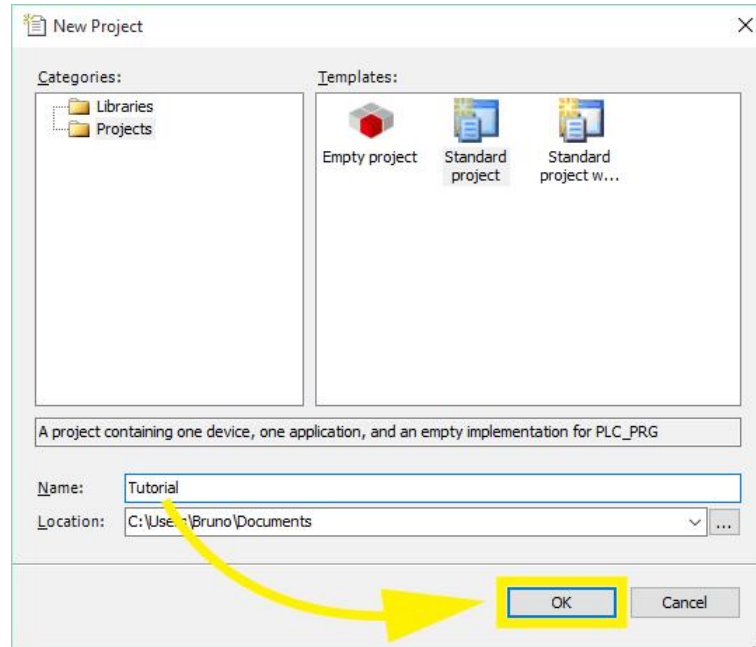

Рис.5. Вікно створення нового проекту
2.6. Після виконня пп. 2.1-2.5 слід запустити CODESYS й створити новий проект (рис.5).